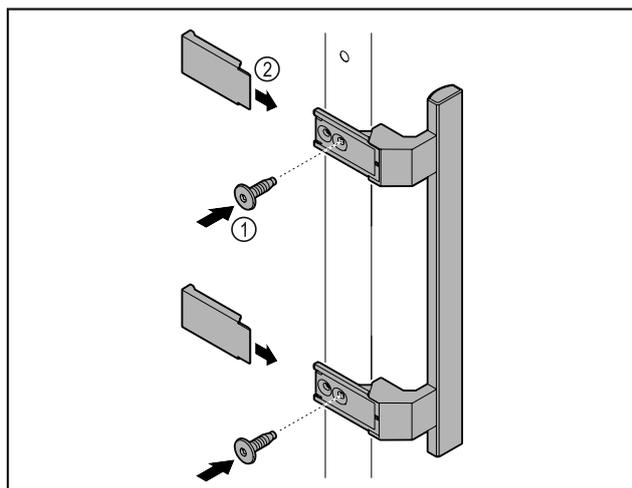

Fig. 2
- ▶ Fixer la poignée à la porte à l'aide des vis Fig. 2 (1) fournies.
- ▶ Mettre les caches Fig. 2 (2) en place.